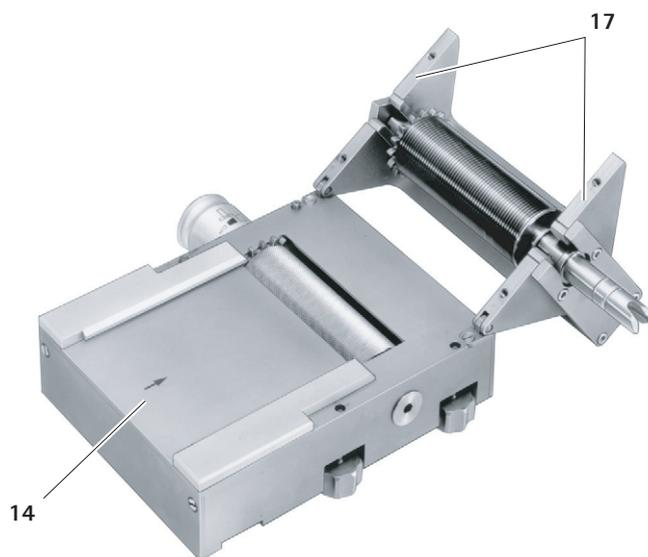

Рис. 2
- ▶ Откинуть верхнюю часть 17, см. Рис. 2.
- ▶ Захлопнуть верхнюю часть 17 на нижней 14, см. Рис. 2.